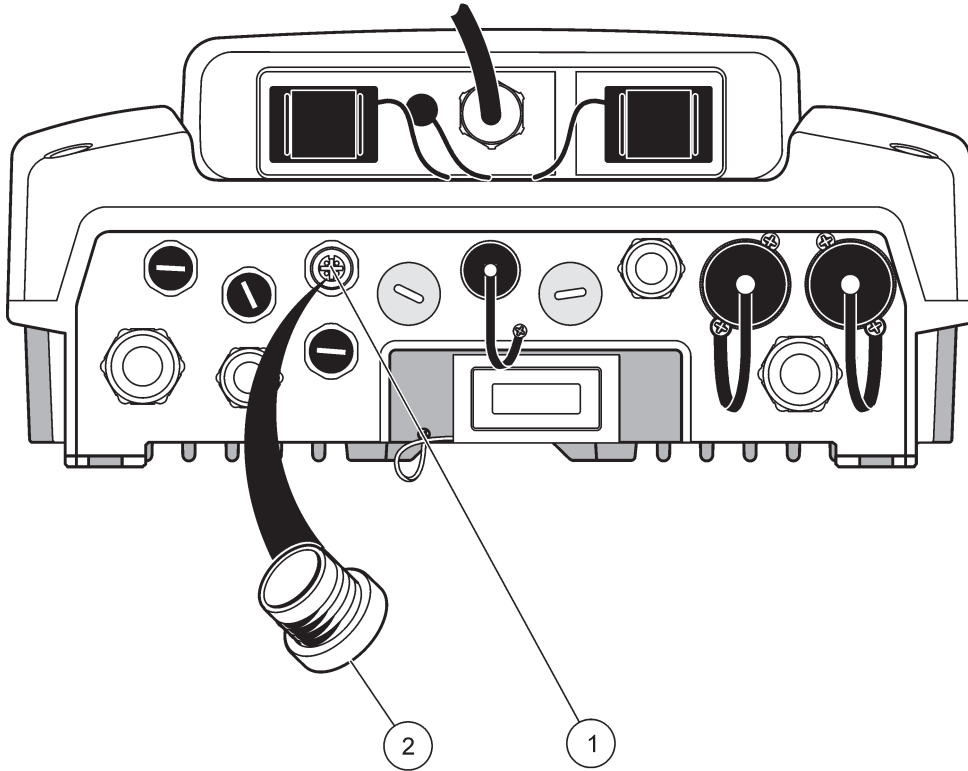

图 33 拆下防护盖。
1. 拧下控制器插孔保护盖的螺丝（图 33）。放好保护盖。拆除探测器后，重新装上保护盖。